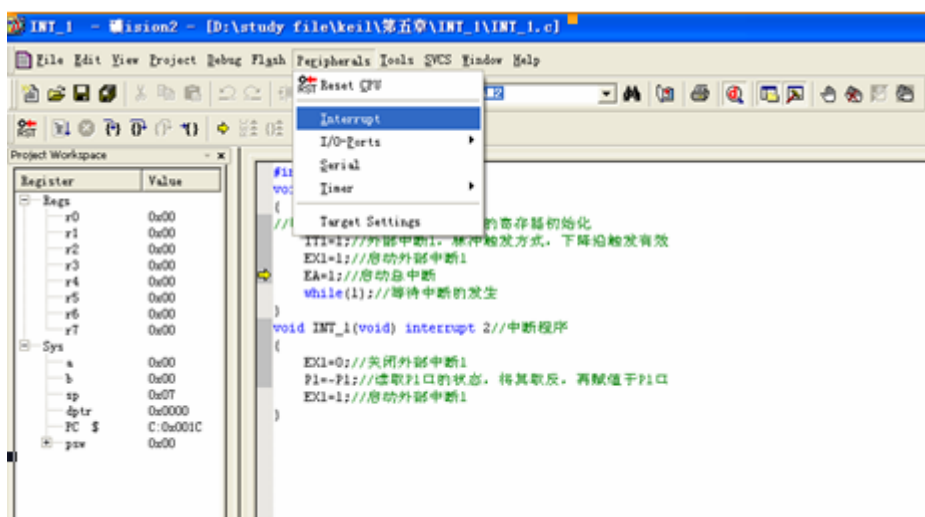

图 4-15
5. 按图 4-15 所示，得到了如图 4-16 的寄存器框图。
6. 用  进行调试，观察当黄色的光标在主程序中执行每一条语句的时候，同时在图 4-15 中寄存器对应的变化。